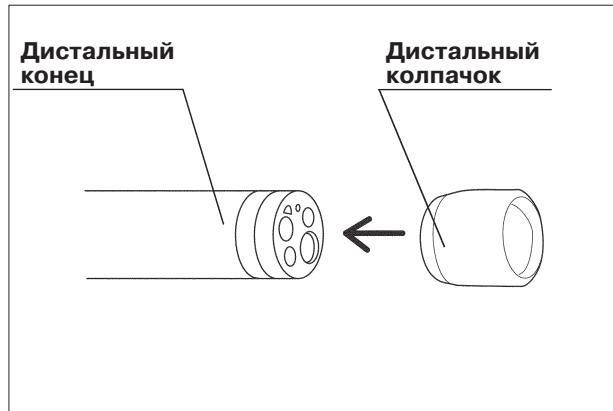

Рис. 3.14
2. Слегка фиксируйте пальцами покрытие изгибающейся части вблизи дистального колпачка, как это показано на рис. 3.14. Удерживая верхний конец дистального колпачка, наденьте колпачок на дистальный конец эндоскопа.